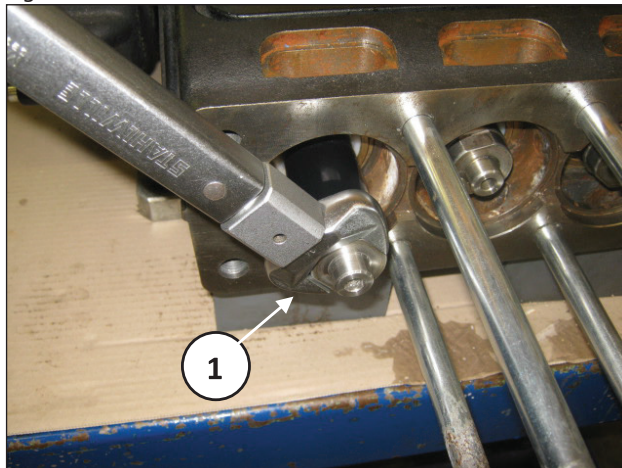

Fig. 129
Montare il distanziale pistone sulla pompa e serrare (pos. ①, Fig. 129).